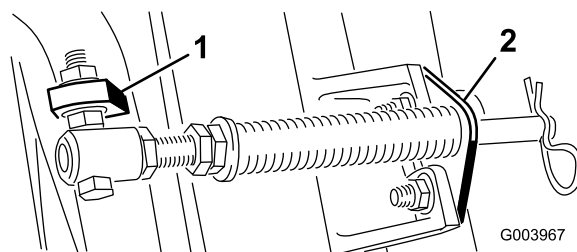

Figure 5
C. Montez le boulon du tube de ressort sur la patte opposée du bâti porteur et fixez-le en position avec l'écrou à embase. Placez la tête du boulon sur le côté extérieur de la patte, comme montré à la Figure 5.
D. Montez le support de tige sur les pattes du plateau de coupe à l'aide des boulons de carrosserie et des écrous (Figure 5).